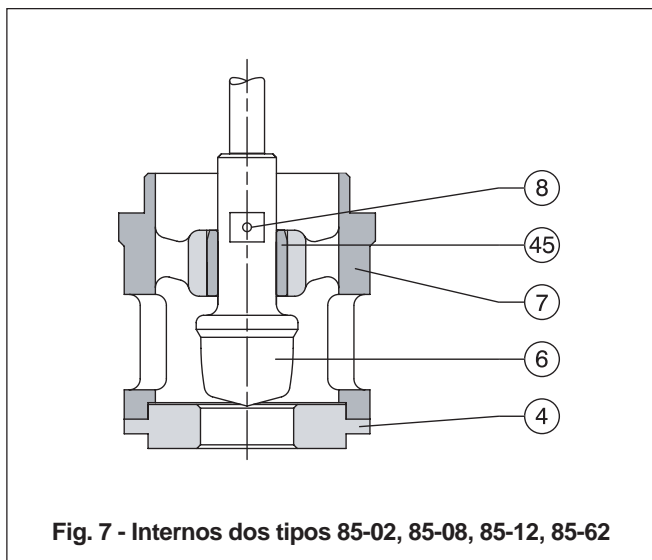

Fig. 7 - Internos dos tipos 85-02, 85-08, 85-12, 85-62
2. Remova as porcas da haste (23), porcas do flange prensa gaxeta (29), flange prensa gaxeta (21) e prensa gaxeta (27).
3. Remova as porcas (46) e retire o castelo (14). Tome cuidado para não causar danos às gaxetas (17), quando por elas passar a rosca da haste (22).
4. Puxe para fora do corpo (1) o obturador (6) com a haste (22), retentor da sede (7), (fig. 7), junta do corpo (11), junta espiralada (10) e junta do retentor da sede (9).
6. Não retire a bucha guia (45), do retentor da sede (7), (fig. 7) se não houver necessidade de substituí-la. A bucha guia é prensada no retentor da sede.
- *Retire as porcas (36) e prisioneiros (38). Retire o castelo (14). Tome cuidado para não causar danos às gaxetas (17), quando por elas passar a rosca da haste (22).*
- *Desrosqueie a haste (22) do conjunto de selagem (35).*
- *Retire a porcas (46) do alojamento (34) e remova o conjunto composto pelo alojamento do subconjunto de selagem (34) com o conjunto do folo (35) e obturador (6). Em alguns tipos de construção de internos este conjunto inclui o retentor da sede (7), (fig. 7).*
- *Se o retentor da sede (7), (fig. 7) permaneceu no corpo da válvula, puxe-o juntamente com a junta do corpo (11), junta espiralada (10) e junta do retentor da sede (9).*
- *Se necessário separar o conjunto do folo (35) do obturador (6), remova o pino (8) e desrosqueie o obturador (6).*
- *Caso o retentor da sede tenha saído com o conjunto do folo remova o pino (8) e desrosqueie o obturador (6) liberando o retentor da sede (7), (fig. 7), junta do corpo (11), junta espiralada (10) e junta do retentor da sede (9).*
- *No caso de troca do obturador (6) um novo conjunto de selagem (35) deve ser instalado.*
4. No caso de troca da bucha guia (45), preense-a no retentor da sede (7), (fig. 7).
5. No caso de substituição da haste, rosqueie a nova haste (16) no obturador (6) até o final da rosca, de maneira que fique bem apertada. Faça um furo passante para o pino (8) através do obturador (6) e da haste (22) usando o furo existente no obturador (6) como guia. Instale um novo pino (8) e trave-o.
6. Em algumas configurações, o obturador (6) não passa pelo retentor da sede (45), (fig. 7). Nesse caso passe o retentor da sede (7), pela haste (22).
7. Monte o retentor da sede (7), ou o conjunto incluindo retentor da sede (7), (fig. 7) e obturador (6) com haste (22) no corpo (1). Assegure-se que o retentor da sede monte adequadamente na sede. Qualquer posição rotacional do retentor da sede em relação ao corpo é aceitável.
- Insira o obturador (6) na bucha guia do retentor da sede (45), pelo lado inferior do retentor da sede (7), (fig. 7).
- Monte o conjunto incluindo retentor da sede (7), fig. 7), obturador (6), conjunto de selagem (35), alojamento do fole (34), juntas e adaptador da gaiola (quando aplicável) no corpo (1). Assegure-se que o retentor da sede monte adequadamente na sede. Qualquer posição rotacional do retentor da sede em relação ao corpo é aceitável.
- Quando o obturador (6) passa pela bucha do retentor da sede (45), fig. 7), proceda como segue:
- Monte o retentor da sede (7), (fig. 7) no corpo (1). Assegure-se que o retentor da sede monte adequadamente na sede. Qualquer posição rotacional do retentor da sede em relação ao corpo é aceitável.
- Monte o obturador (6), conjunto de selagem (35) e alojamento (34) passando o obturador (6) pela bucha guia (45), (fig. 7).
- Aperte as porcas do corpo (46) usando como referência, para roscas limpas, os torques dados na (tabela 1 - página 6). Aperte as porcas alternadamente numa sequência diametralmente cruzada.